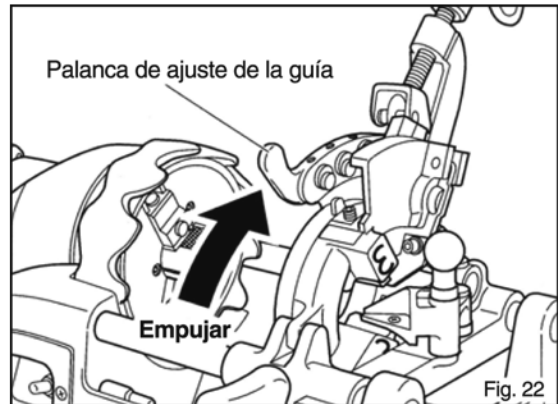

Fig. 22
- 1 Empuje hacia arriba la palanca de ajuste de la guía y ajuste el cabezal de roscar al tamaño correcto. Haga una revisión para asegurarse de que la unidad está ajustada para el tamaño deseado. (Fig. 22)